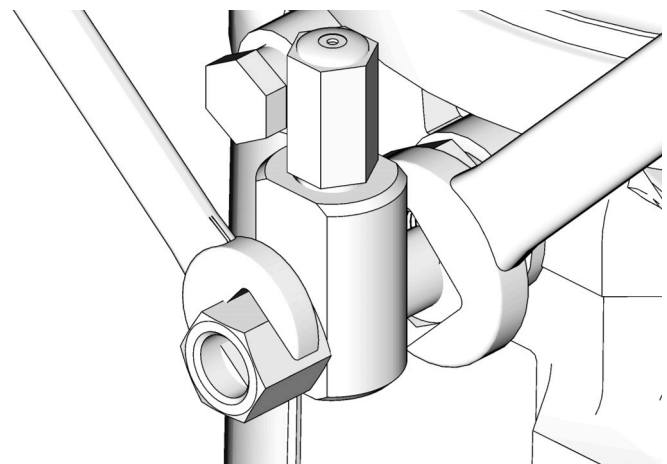

Рис. 11
1. Ослабьте фитинг патрона насоса (Рис. 11).
3. Затяните фитинг патрона насоса, поворачивая два ключа в противоположные стороны (Рис. 11).